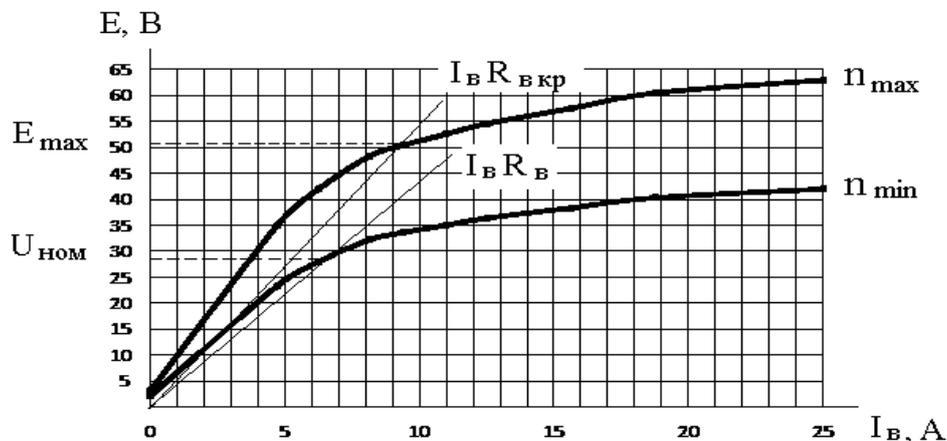

Рис. 2.2. Характеристики холостого хода генератора $E = f(I_{\text{в}})$ при $n_{\text{min}} = 4000 \text{ об/мин}$ и $n_{\text{max}} = 6000 \text{ об/мин}$.
1.5. При этом, если частота вращения генератора повысится до n_{\max} , напряжение на его зажимах будет $E_{\max} = 51 \text{ В}$ (соответствующее построение показано на рис. 2.2).
Такую ЭДС при заданной частоте вращения n_{\min} можно получить при значении $R_{вд} = 0$ и токе возбуждения $I_B = 25 \text{ А}$ (рис. 2.2).